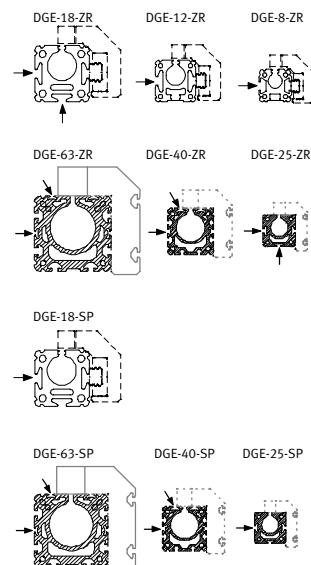

Fig. 37
- Utilizzare le scanalature secondo fig. 37.